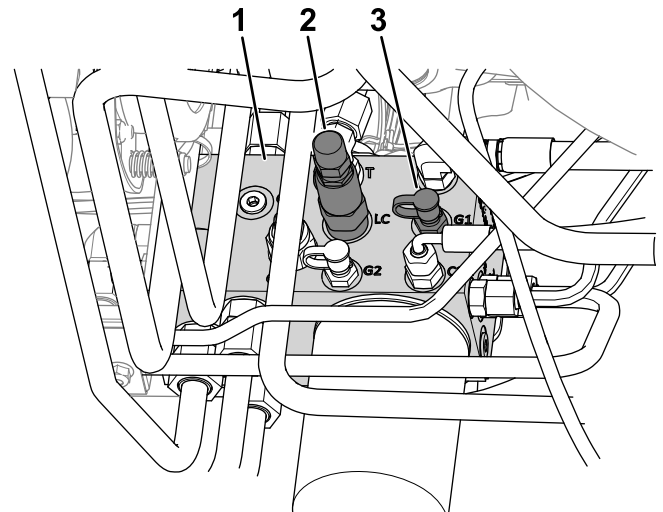

Figure 24
4. Branchez un manomètre sur l'orifice de contrôle (identifié par G1 ; voir la Figure 24).
2. Tiroir de transfert de poids (LC)
5. Sur le côté du collecteur de levage, enlevez le capuchon de la prise d'essai (identifiée par G1 ; voir la Figure 24).
6. Desserrez l'écrou de blocage au bout du tiroir de transfert de poids (identifié par LC ; voir la Figure 24).